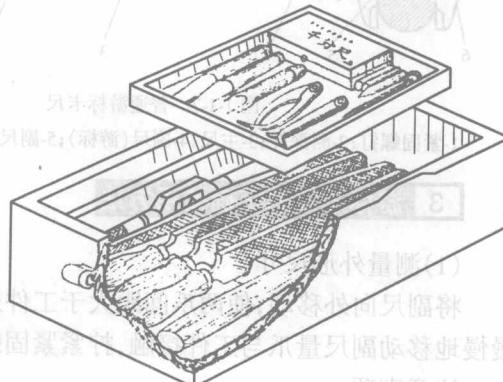

图 1-1-6 工、量具放置
①台钳放在光线适宜,便于工作的地方,钻床和砂轮机安装在场地的边沿。
②使用的设备、工具要经常检查,损坏要上报,未修复前不得使用。
③各种电动工具应有相应的用电保护措施。清除切屑要用刷子,不能直接用手清除或嘴吹。
④毛坯和加工零件应排放整齐,便于取放,避免碰伤已加工表面。
⑤工、量具分开放置,摆放整齐(见图 1-1-6)。